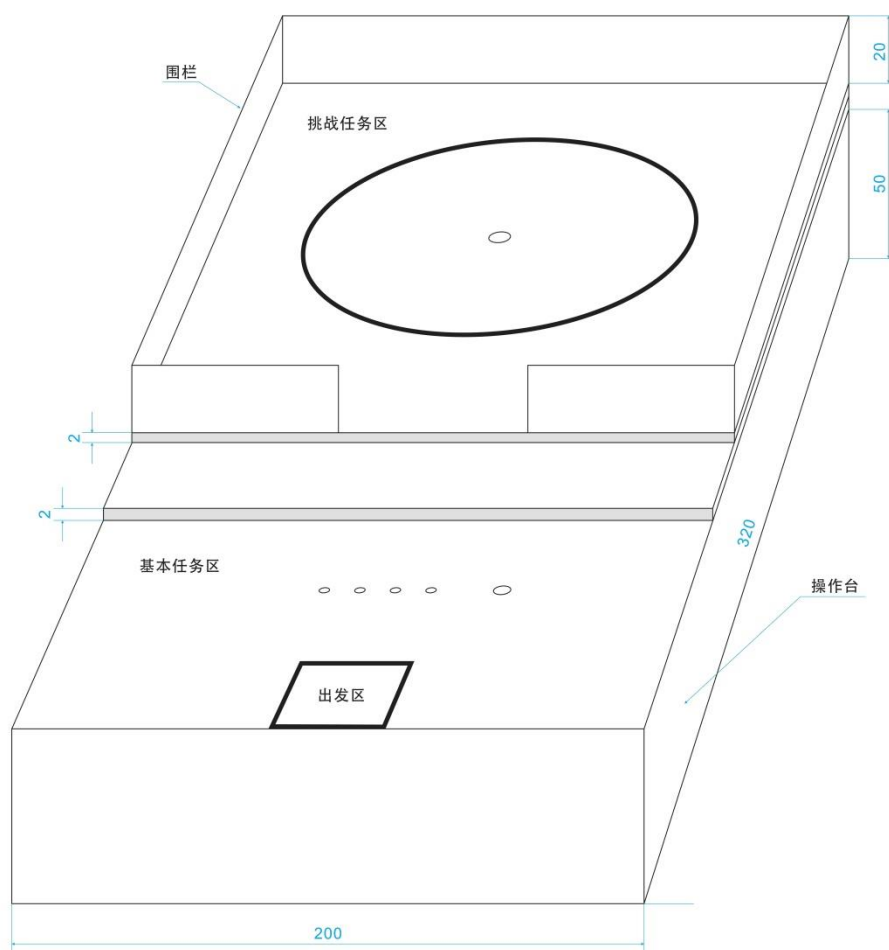

图 2 场地侧视示意图
1.3 展示场地被布置在一个高约 50cm 的操作台上，挑战任务区围栏的高度约为 20cm，如图 2 所示。亦可将地图直接置于平整的地面作为展示场地。